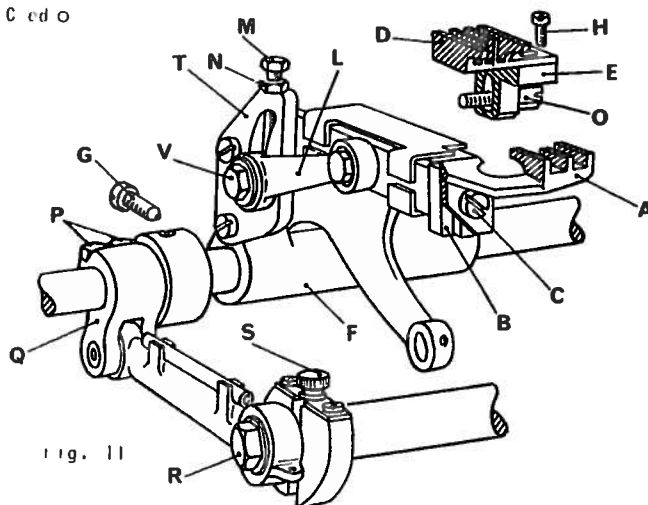

Fig. 11
6. Montaggio e regolazione griffe (fig. 11)
Centratura griffe (fig. 11)
Regolazione differenziale (fig. 11)
- Per regolare la lunghezza del punto, si deve allentare il dado R (fig. 11) e ruotare la vite S dell'allungapunto: in senso orario si accorcia il punto, in senso antiorario si allunga. Il dado R si allenta girandolo verso destra.